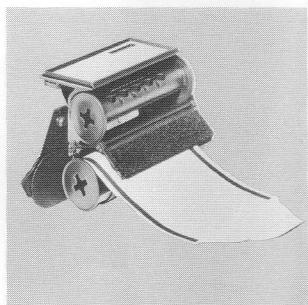

Fig. 2
- 2.2. Rollfilm ins untere Fach schieben. Klappe schließen. Filmvorspann ca. 20cm herausziehen (Fig. 2). Auf Patronen-Oberseite (1) können Notizen, auf der Rückseite (5) Adresse, Kassetten-Nr. etc. angebracht werden (Fig. 2).
- 2.2. Push the film into the lower compartment. Close the flap. Pull out about 20cm of the backing paper leader (fig. 2). The top surface of the cartridge (1) can take notes and the back (5) address, holder no. etc. (fig. 2).
- 2.2. Introduire le rollfilm dans la partie inférieure de la cartouche. Fermer le volet. Tirer environ 20cm d'amorce (fig. 2). La partie supérieure de la cartouche (1) est prévue pour des annotations, le dos pour l'adresse, le n° de châssis etc. (fig. 2).